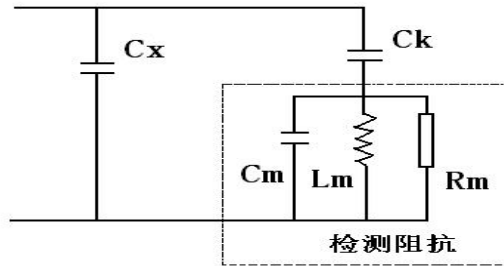

图 4.8 RLC 型输入单位的检测回路及等效电路示意图（并联法）
1) 如图 4-8 所示为 RLC 型输入单位的检测回路及等效电路，其中 \$C\_x\$ 为试品电容，\$C\_k\$ 为耦合电容。当产生一次局部放电时，试品 \$C\_x\$ 两端产生一个瞬时电压变化 \$\Delta u\$，此时若经过 \$C\_k\$ 耦合到输入单元上，回路就会产生一脉冲电流 \$I\$，局放仪将脉冲电流经输入单元产生的脉冲电压信息，予以检测、放大和显示等处理，就可以测定局部放电的一些基本参量（主要是放电量 \$q\$）。